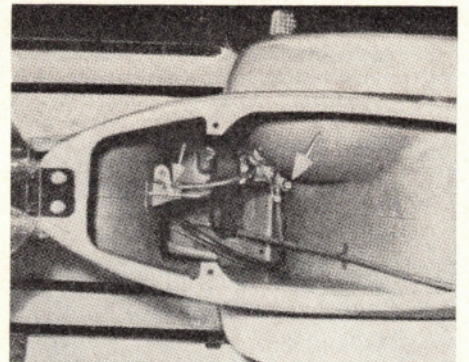

Bild 2: Linker Pfeil: Hier wird der Starterzug ausgehängt; rechter Pfeil: Die Schraube für den Klemmring.
4. Mit Schraubenzieher oder Steckschlüssel 8-mm-SW-Schraube für Klemmring am Vergaser lösen (s. Bild 2).